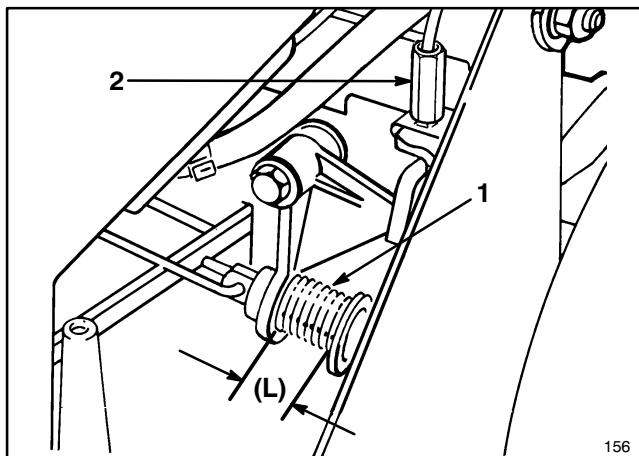

Figure 31
3. Abaissez et élévez la barre de commande contre la poignée. Tout en la maintenant contre la poignée, mesurez la longueur du ressort (L) à l'avant du ressort comme illustré sur la figure 31.
5. Pour effectuer le réglage, tournez le raccord plastique situé autour du câble de frein de la lame (fig. 31) jusqu'à ce que la longueur du ressort soit aussi proche que possible de 2,5 cm sans toutefois y être inférieure. (Voir la remarque suivante.)
4. Retirez tous les débris qui se seraient accumulés dans la zone située derrière le panneau (fig. 31).
5. Remontez le panneau vertical, revissez les deux (2) vis autotaraudeuses de 0,5 pouces pour fixer le panneau écran au plateau de la tondeuse.